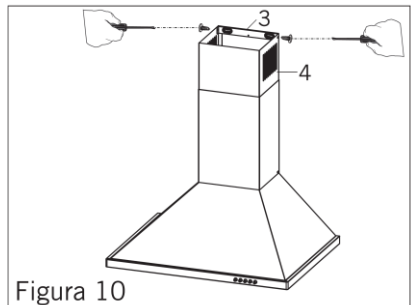

Figura 10
- Después fije la parte superior de la chimenea en el soporte **3** mediante los tornillos **2** (3,5 x 9,5 mm), ver figura 10.